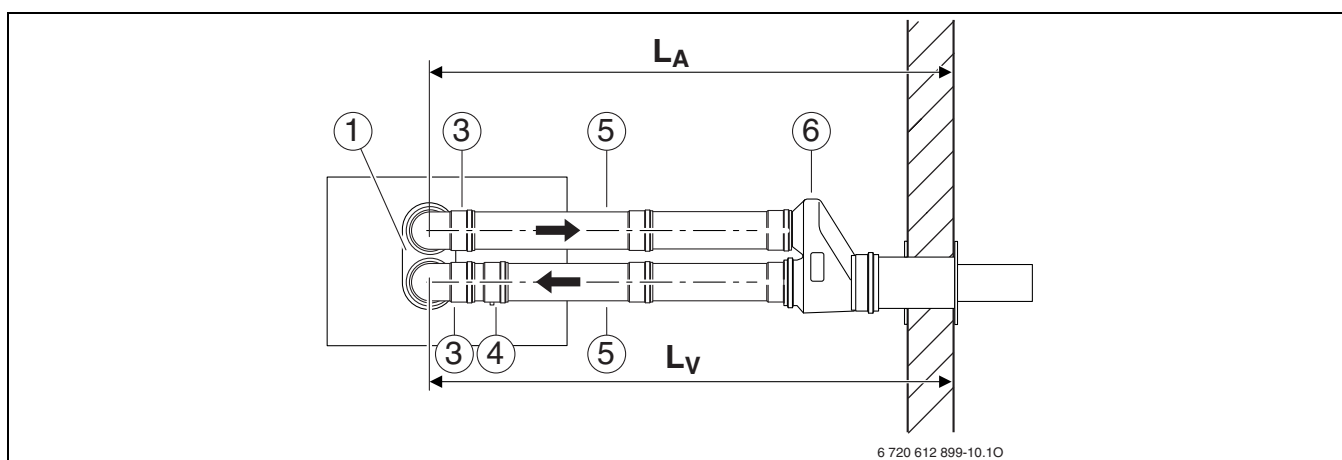

Fig. 13 Evacuarea gazelor arse conform C₁₂
- Tubulatură gaze arse după C_{12} (fig. 13):